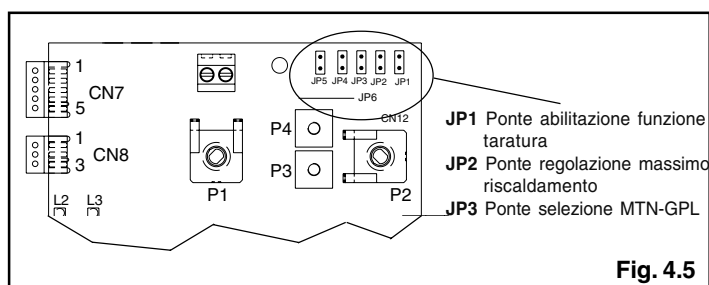

Fig. 4.5
⚠ La funzione "regolazione elettrica" viene attivata e disattivata esclusivamente dal jumper (JP1) (fig. 4.5).
- inserire il jumper JP1 (fig. 4.5) per abilitare le manopole poste sul pannel-
- inserire il jumper JP2 (fig. 4.5)
- sulla scheda di controllo (fig. 4.5):